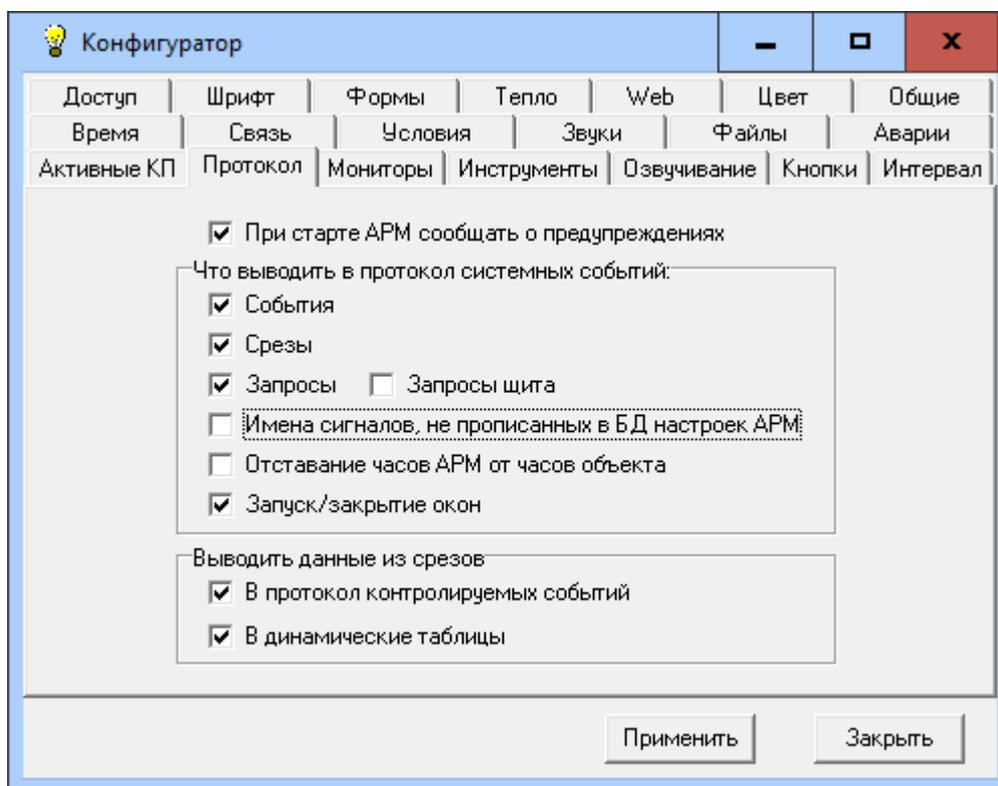

Рис.3.12. Окно конфигурации АРМ ТМ. Закладка “Протокол”.
3.4.8. Закладка “Протокол” имеет вид, показанный на рис.3.12.